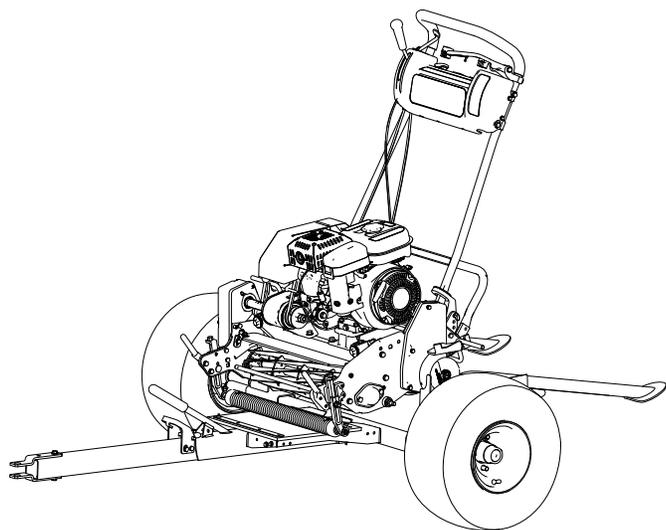

图 12
3. 从果岭剪草机上拆下集草斗分离滚刀驱动然后将油门移至最慢速的位置。缓慢地将果岭剪草机开到拖车上直至接触阻轮器图 12。